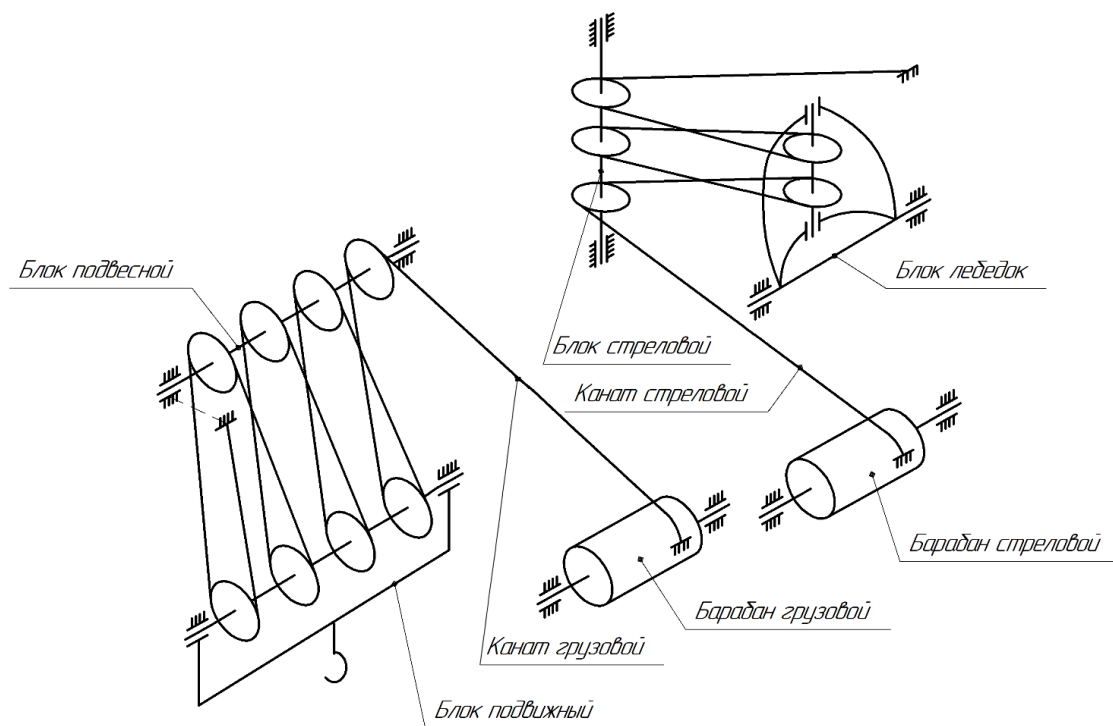

Рисунок 3.88. Схема заправки канатов
- Запасовать стреловой канат в соответствии со схемой (рис. 3.88, 3.89, 3.90).